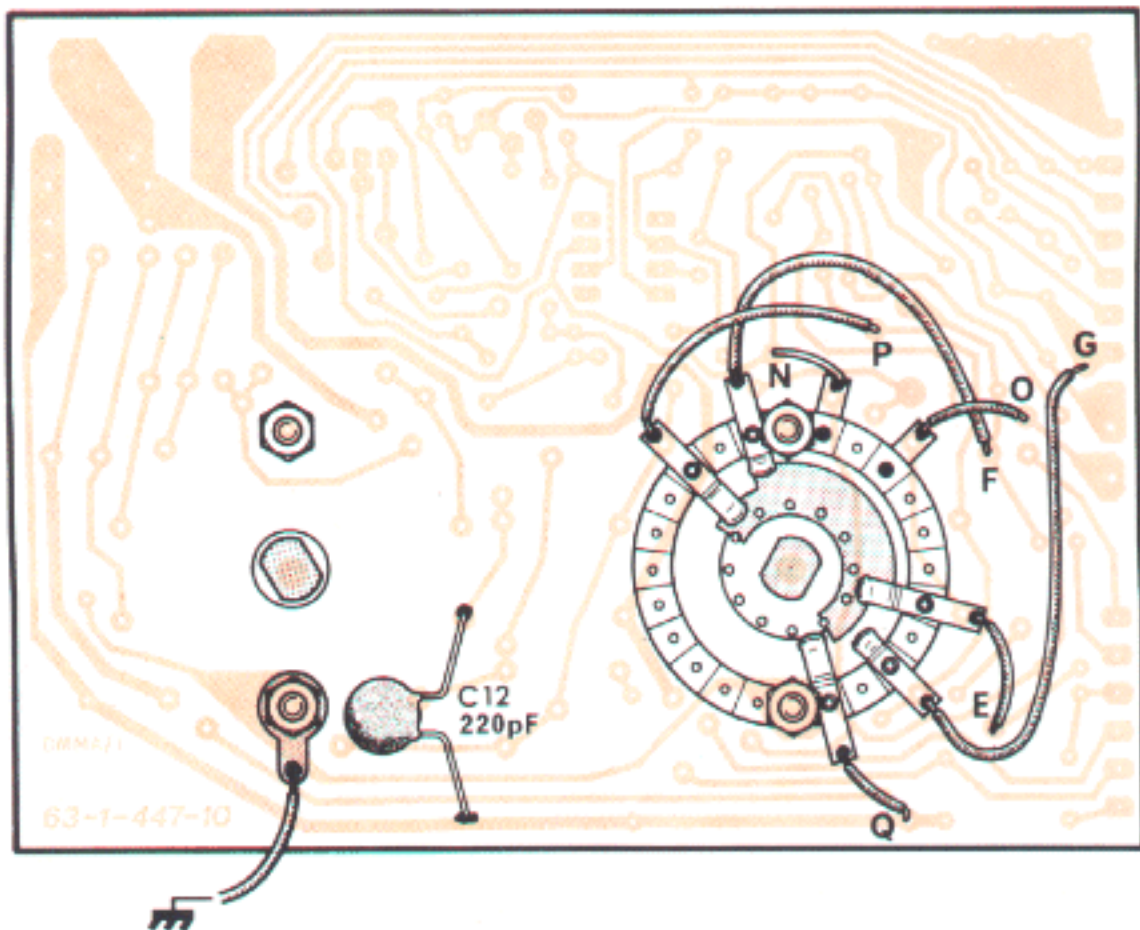

Fig. 7
- Eseguire il cablaggio del settore (3) del commutatore, che è disposto dal lato rame, confrontando con quanto appare in fig. 7.
- Montare sul lato rame del circuito stampato il condensatore ceramico a disco C12 tra i punti visibili in fig. 7.